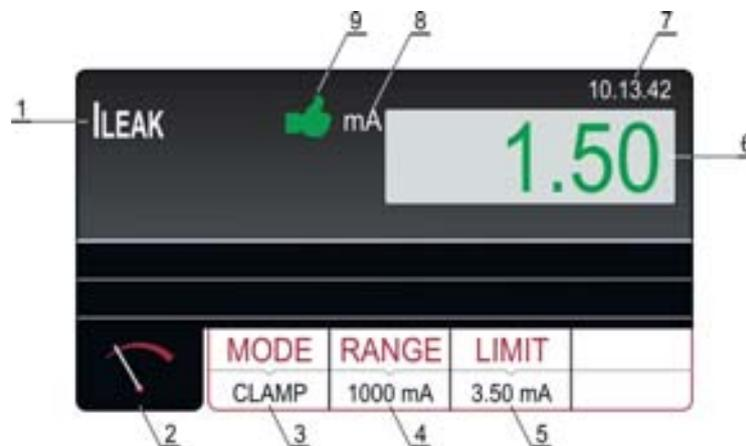

Abb. 42: Bildschirmseite mit den Testergebnissen ILEAK im Modus ZANGE
- 7) Starten Sie die Messung durch Drücken der **START/STOP** Taste. Die Messung wird durch ein erneutes Drücken der **START/STOP** Taste aktiviert/deaktiviert. Das Testergebnis wird grün angezeigt wenn es niedriger oder gleich oder rot angezeigt wenn es höher ist als der eingestellte Grenzwert. Das Endergebnis wird zusammen mit dem grünen Symbol  und einem kurzen Signalton (Ergebnis OK) oder zusammen mit dem roten Symbol  und einem längeren Signalton (Ergebnis NICHT OK) angezeigt. Die Abbildung 42 zeigt ein Beispiel von einer Bildschirmseite mit den Messergebnissen.